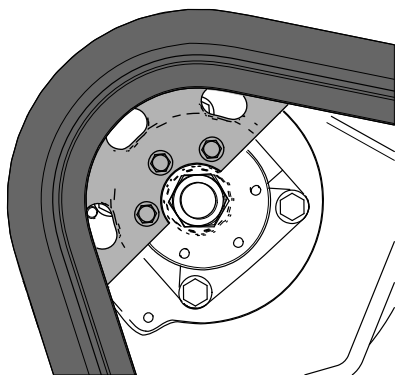

Bild 64
17. Schieben Sie den Fahrtriebshebel nach vorne, bis die eine Hälfte des Antriebsritzel in die Kette eingreift (**Bild 64**).